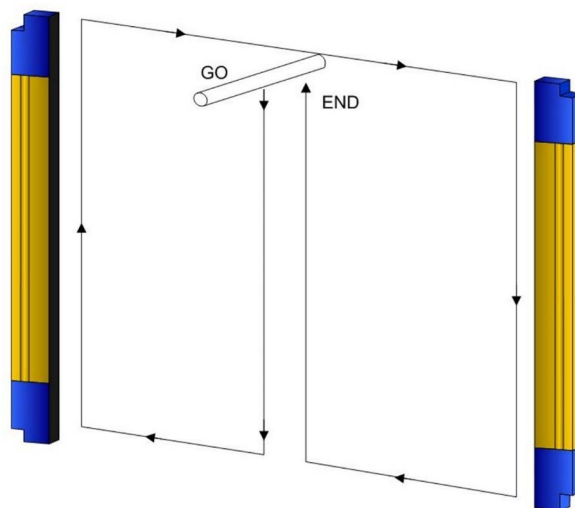

Figura 12 - Path of the test piece
- el ESPE permanezca en la condición PROTECCIÓN, interceptando los rayos en el área protegida, al utilizarse la pieza de prueba específica (TP-14, TP-30), según el esquema en la Figura 12.